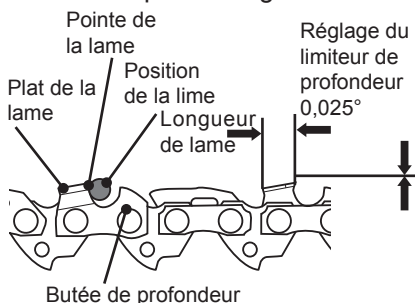

Fig. 44
- > Vérifiez la hauteur des limiteurs de profondeur à l'aide d'un instrument de mesure prévu à cet effet. Ces instruments de mesure sont disponibles dans la plupart des magasins d'outillage (Fig. 44).